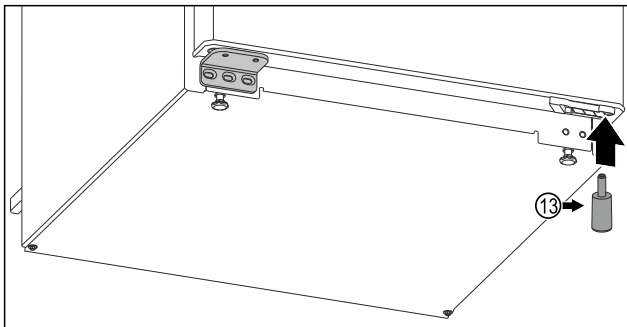

Fig. 20 Bei Geräten ohne 4-Sterne-Gefrierfach*
- Das Distanzteil Fig. 20 (13) wieder rechts unten in die Tür einsetzen, weil es wichtig für die Standfestigkeit des Geräts ist.*